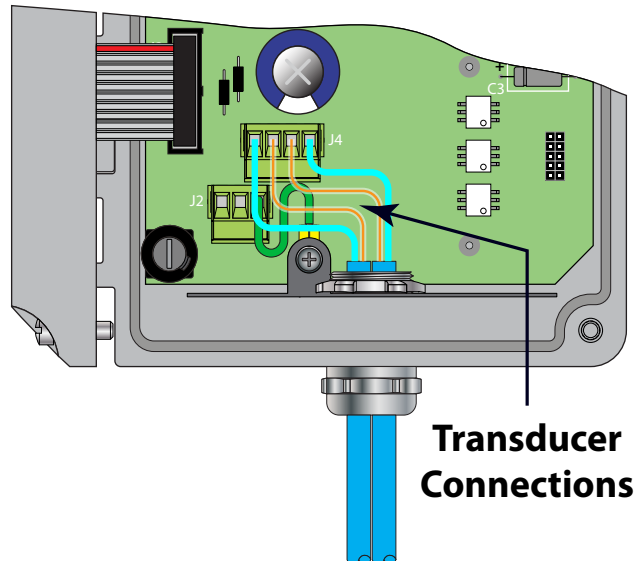

ABBILDUNG 3.2 – ELEKTRISCHER ANSCHLUSS DES SENSORS
- 1) Führen Sie die Sensoranschlüsse durch die Öffnung in der Mitte unten am Sendergehäuse. Sichern Sie das Sensorkabel mit der zur Verfügung gestellten Leitungsmutter (siehe **Abbildung 3.2**).